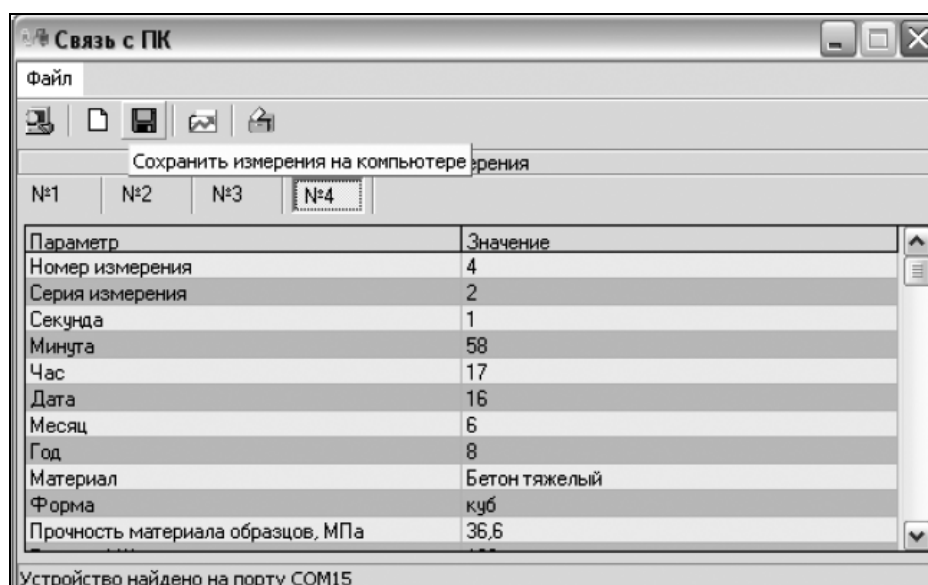

Рис. 6.7.6 Окно программы после чтения данных с дилатометра.
6.7.5.4 После чтения данных с дилатометра окно примет вид (см. рис. 6.7.6). С помощью переключателя номера измерений осуществляется просмотр значений измеряемых параметров.